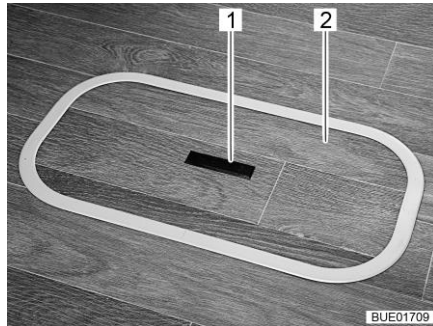
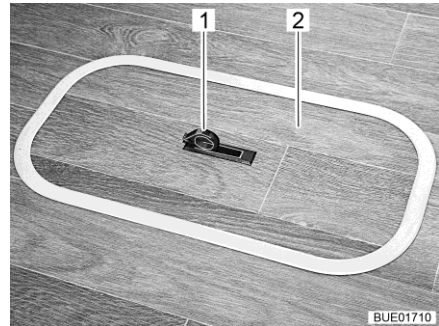

Fig. 68 Couvercle compartiment dans le plancher (poignée encastrée)
Fig. 69 Couvercle compartiment dans le plancher (poignée pivotée vers l'extérieur)
- Pousser la plaque de la poignée (Fig. 68,1) vers le bas d'un côté. La poignée (Fig. 69,1) pivote vers le haut.
- Tirer le couvercle (Fig. 68,2 et Fig. 69,2) vers le haut pour le retirer.